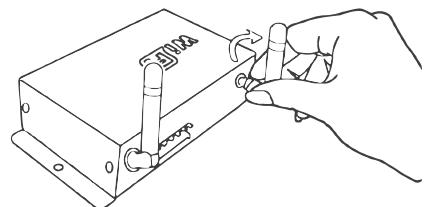

Рис. 1. Подключение антенн.
- Если антенны не подключены, установите их, вращая по часовой стрелке. Каждая антenna должна быть подключена к своему гнезду — короткая с двумя рисками к гнезду RF, длинная с тремя рисками — к гнезду ANT. В случае неправильной установки антенн дальность управления может сократиться до 1 м (Рис. 1).